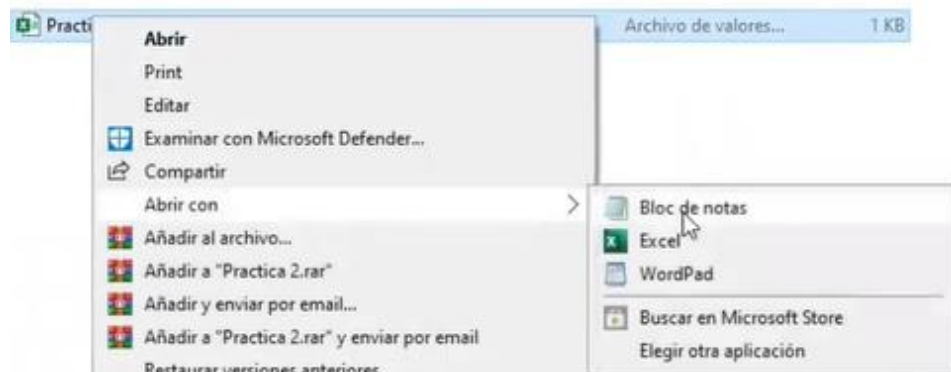

Figura 201. Block de notas.
38. Abrir la carpeta donde se encuentra el archivo, seleccionarlo con clic derecho y buscar la opción “Abrir con Bloc de notas”. Figura 201.